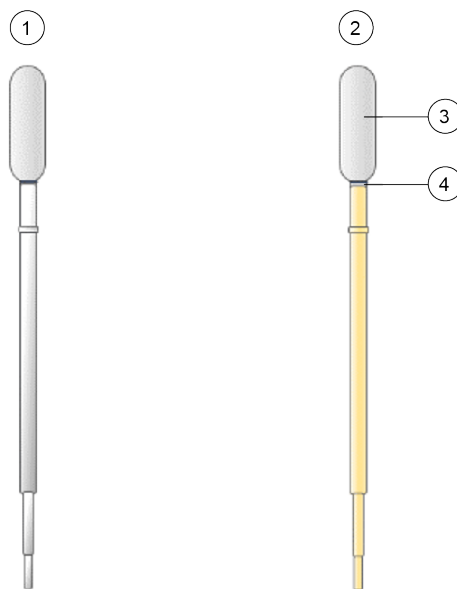

Figure 1. Pipette de transfert
- En cas d'utilisation de la *pipette de transfert* incluse dans le kit (Figure 1), remplir la pipette jusque sous la poire pour transférer au moins 1 ml de plasma du tube (Figure 1). Veiller à ne pas créer des bulles d'air de grande taille dans l'embout de la pipette au moment de la remplir. Vider le contenu de la pipette dans la chambre à échantillon de la cartouche (Figure 2).